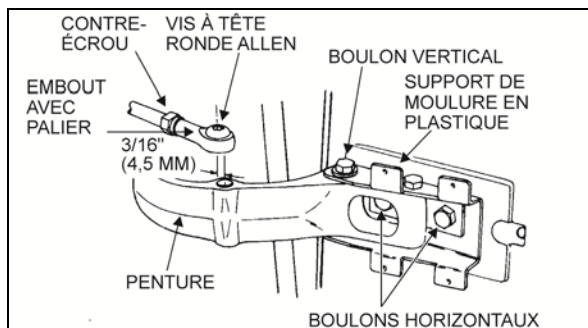

FIGURE 18 : CHARNIÈRE DE PORTE SUPÉRIEURE
2. Retirer la vis à tête ronde Allen et la rondelle qui maintiennent l'embout à rotule sur la charnière supérieure. Voir la Figure 18.
3. Retirer la vis à tête ronde Allen et la rondelle qui maintiennent la tige et le pivot sur la charnière supérieure. Voir la Figure 18.
3. Retirer la vis à tête ronde Allen et la rondelle qui maintiennent l'embout à rotule sur la charnière supérieure. Voir la Figure 18.